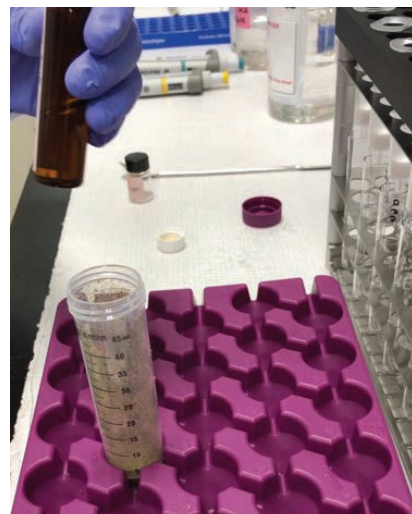

图 2.
2. 如需制备预先净化的加标基质样品，移取农药标准溶液、同位素标记标准品（如克菌丹-d6）和真菌毒素标准品至干大麻花朵中，然后涡旋混合 30 秒（图 2）